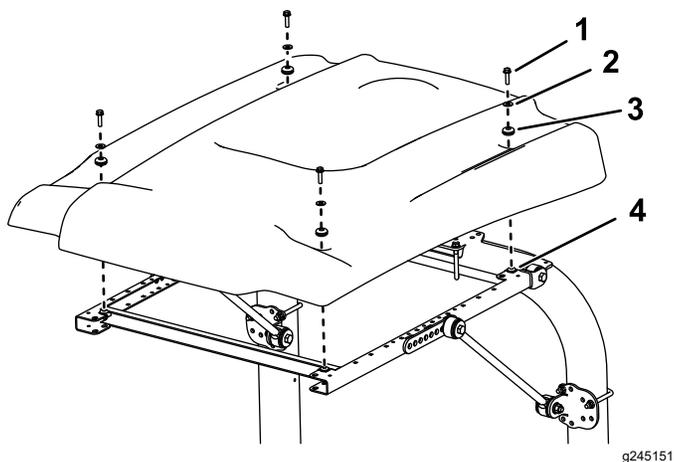

Figura 25
13. Durante l'allineamento dei fori di montaggio, posizionate il parasole sul telaio come mostrato in Figura 25.
14. Montate, senza serrarlo, ciascun angolo del parasole sul telaio con un bullone a testa flangiata (5/16" x 1¼") con una rondella piccola e un gommino (Figura 25).